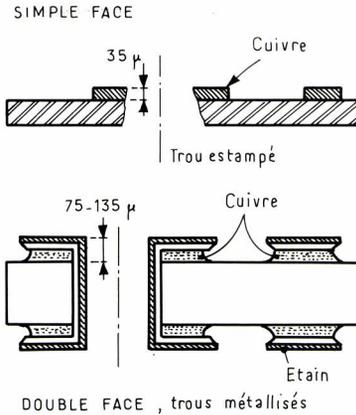

Fig. 7 : Carte imprimée.
- 75 à 135 μm pour une double face à trous métallisés suivant les options de surcharges galvaniques (fig. 7).